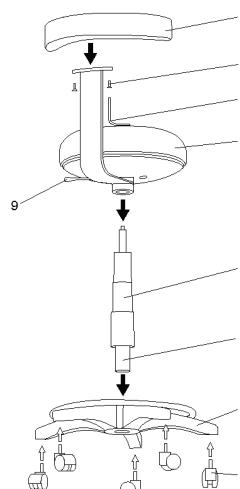

Рис. 7.6
- установите ролики 2 в пятилучие 1, см. рис. 7.6;